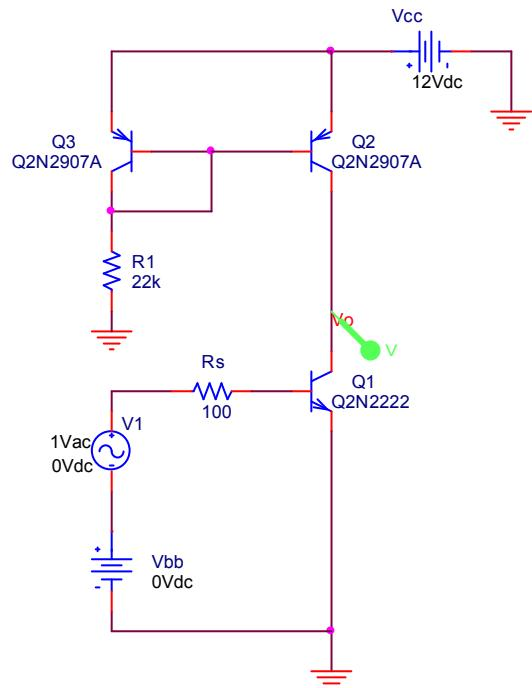

图 4.6 有源负载共发射极放大电路
***6. 有源负载的共发射极放大电路如图 4.6 所示。要求：